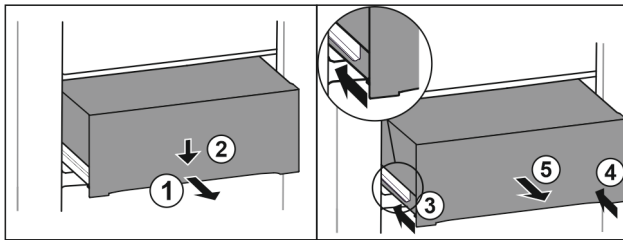

Fig. 111
- ▶ Extrageți pe jumătate sertarul. Fig. 111 (1)
- ▶ Apăsați în jos sertarul pe partea frontală. Fig. 111 (2)
- ▶ Inșerați șina stângă aproximativ 2 cm. Fig. 111 (3)
- ▶ Inșerați șina dreaptă aproximativ 2 cm. Fig. 111 (4)
- ▶ Extrageți sertarul spre înainte. Fig. 111 (5)